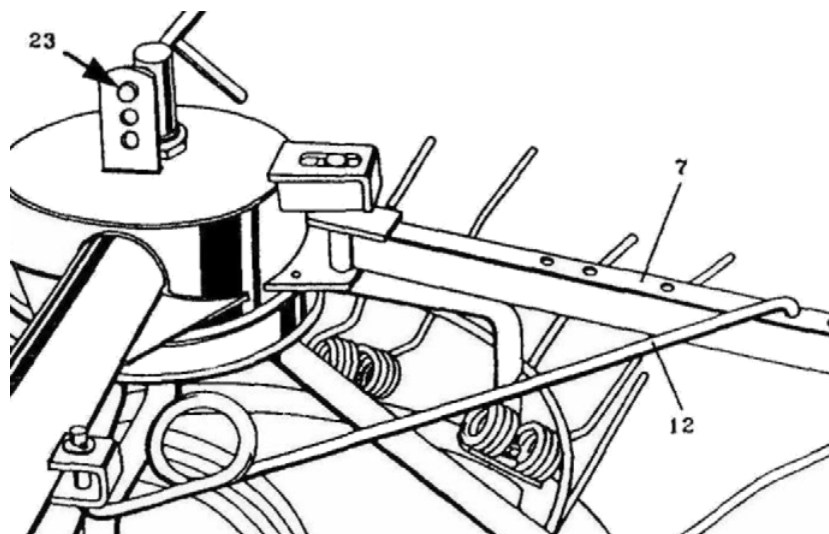

Fig. 9 - De hoogte van de rotors instellen - bovenste gat
- Stel de hoogte van de rotors zo in dat de vergrendelingen (23) (Fig. 9) in de bovenste gaten vallen. Gebruik de laagste gaten als de stoppels lang zijn om te voorkomen dat er vuil in het geoogste gewas komt.